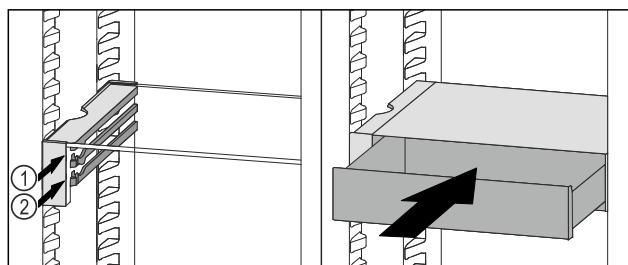

Fig. 61
- Zásuvku VarioSafe nasadte za zarážkami na požadovanom rebre Fig. 61 (1) alebo Fig. 61 (2).